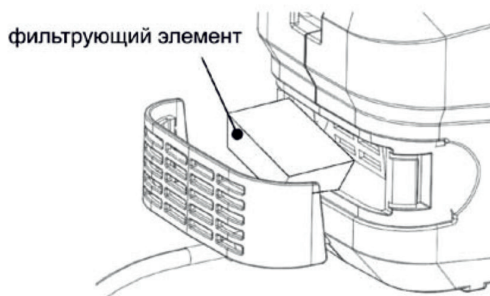

Рис. 12
7. Демонтируйте крышку воздушного фильтра и очистите или замените фильтрующий элемент (Рис. 12).